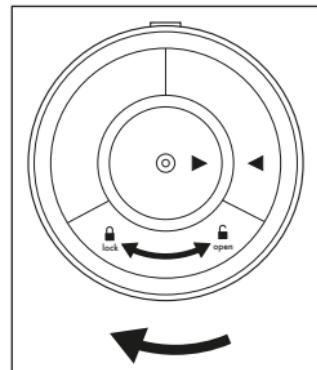

Abb. 2
7. Setzen Sie den Batteriefachverschluss 13 wieder ein. Drehen Sie den Batteriefachverschluss 13 im Uhrzeigersinn in Richtung **lock** , bis die beiden Markierungen ▶◀ auf gleicher Höhe sind und der Batteriefachverschluss 13 hörbar einrastet (siehe Abb. 2).